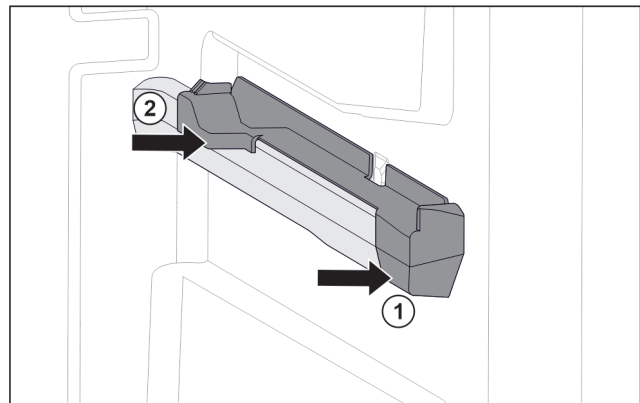

Fig. 124 Insteekelement op rechter containerrib
- ▶ Insteekelement voor tegen containerrib plaatsen. Fig. 124 (1)
- ▶ Insteekelement achter aandrukken. Fig. 124 (2)